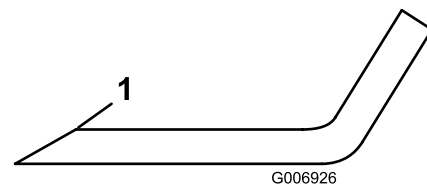

Figura 72
4. Ispezionate i taglienti di tutte le lame, affilateli se sono smussati o scheggiati, affilate solo la parte superiore del tagliente e mantenete l'angolo di taglio originale per garantire l'affilatura (Figura 72).